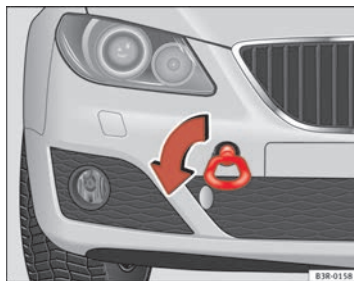

Abb. 231 Einschrauben der Abschleppöse vorne am Fahrzeug
- Die Abschleppöse nach *links* in die vom Pfeil gezeigten Richtung einschrauben ⇒ Seite 296, Abb. 231. ■